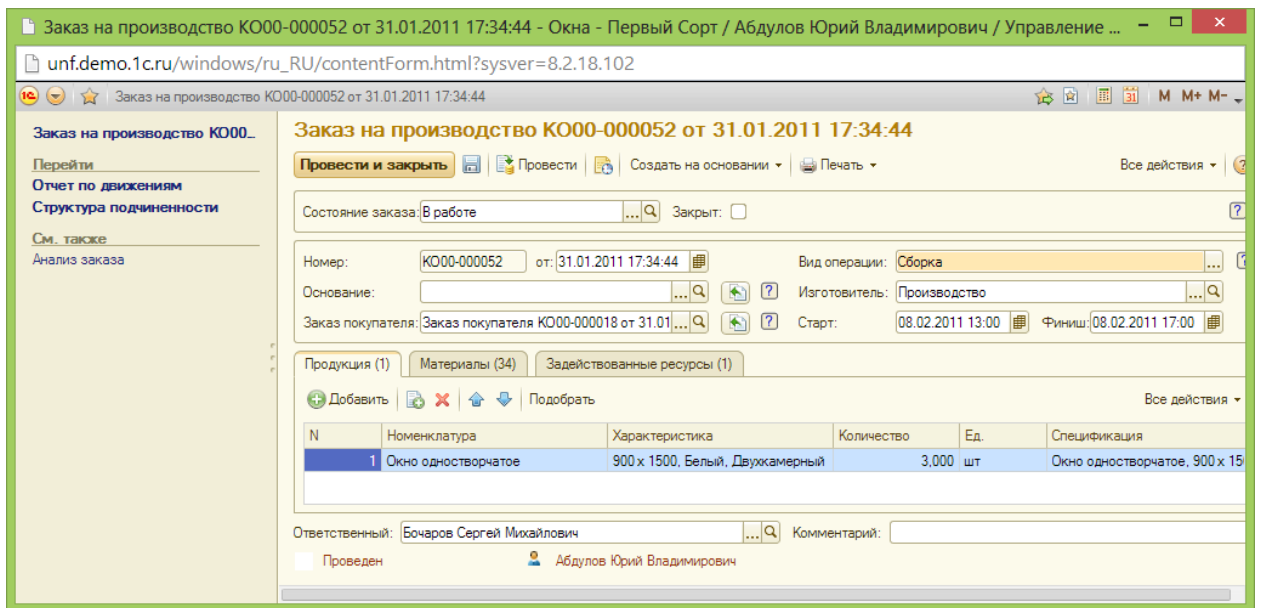

Рисунок 146 Пример документа Заказ на производство
11. Проведите анализ основных документов фирмы: Заказ на производство (рис. 146), Производство, Задание на работу и др. Откройте документы, изучите их структуру.